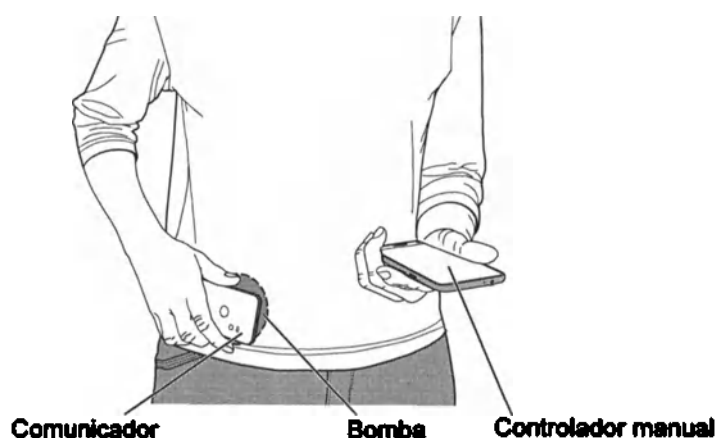

Figura 1. Posición del controlador manual y del comunicador junto a la bomba del paciente.
- Enseñe cómo sujetar el comunicador y el controlador manual (Figura 1 en la página 31). Puede colocarse cualquiera de los lados del comunicador contra la bomba.
1. Coloque cualquiera de los lados del comunicador directamente sobre la bomba (Figura 1).